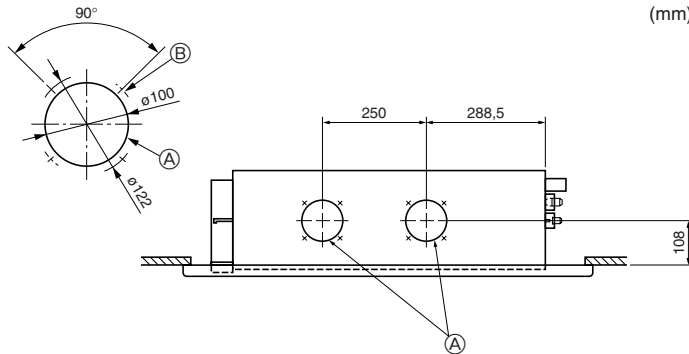

Fig. 2-10
2.5. Orificio de entrada de aire puro (Fig. 2-10)